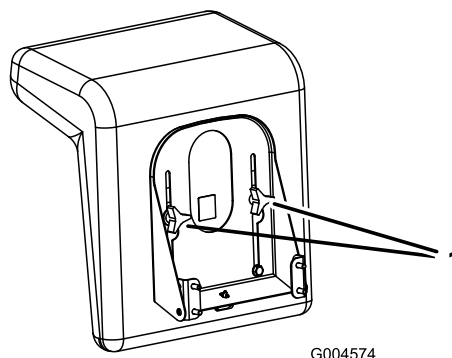

Figura 9
1. Sollevate il sedile ed allentate la manopola di regolazione (Figura 9).